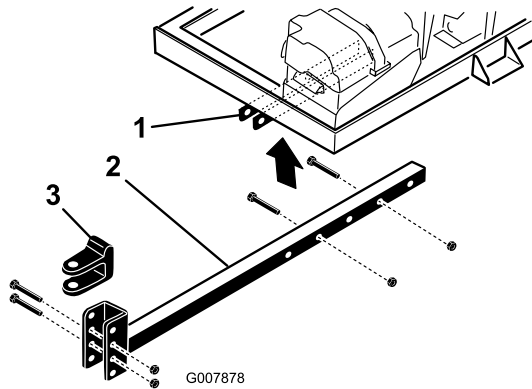

Рисунок 4
- Вставьте трубу сцепного устройства в кронштейны рамы (Рисунок 4). Прикрепите трубу к раме с помощью двух болтов ($\frac{3}{8}$ x 3 дюйма) и фланцевых гаек ($\frac{3}{8}$ дюйма), затяните их с моментом 40 Н·м.
- Отверните болты и контргайки крепления вилки сцепного устройства (Рисунок 4) к трубе сцепного устройства.
- Отверните болты и гайки крепления трубы сцепного устройства к кронштейнам рамы (Рисунок 4).